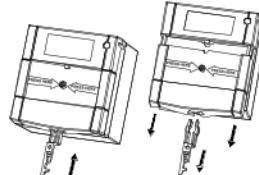
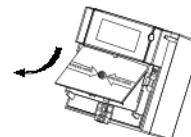
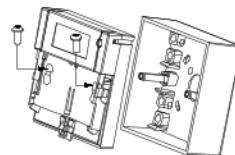

Рисунок 1 – Отделение нижней части передней панели Извещателя CP-660
Рисунок 2 – Демонтаж перемещающегося элемента
Рисунок 3 – Крепежные элементы корпуса Извещателя CP-660 и задней крышки
- для монтажа Извещателя необходимо отделить заднюю крышку от корпуса Извещателя, вставив ключ для возврата перемещающегося элемента и потянув нижнюю часть передней панели вниз от корпуса (рисунок 1). Осуществите демонтаж перемещающегося элемента (рисунок 2). При снятии перемещающегося элемента обнажаются крепежные элементы корпуса Извещателя и задней крышки (рисунок 3);